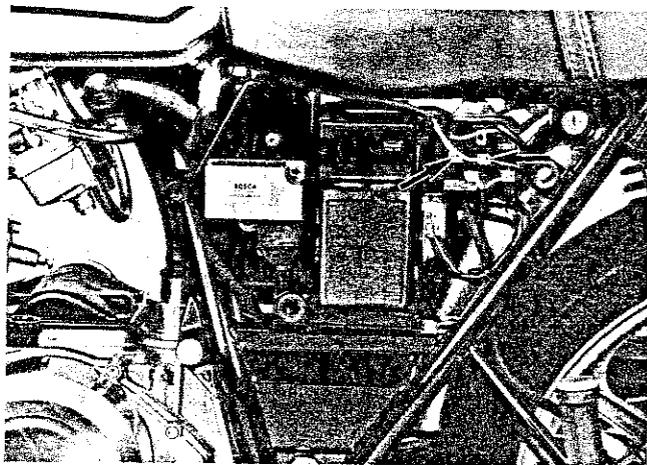

Fig. 161
- 1) I due fili giallo e giallo-nero provenienti dal generatore vanno collegati ai terminali contrassegnati ∞ del raddrizzatore senza distinzione (Fig. 161).
- 1) The two wires yellow and black-yellow coming out from the generator, should be connected to the rectifier terminals marked ∞ , without distinction between them (Fig. 161).